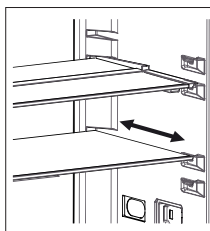

Fig. 1
- Pour remettre la clayette dans sa position initiale, tirez-la vers vous. (Fig. 1)